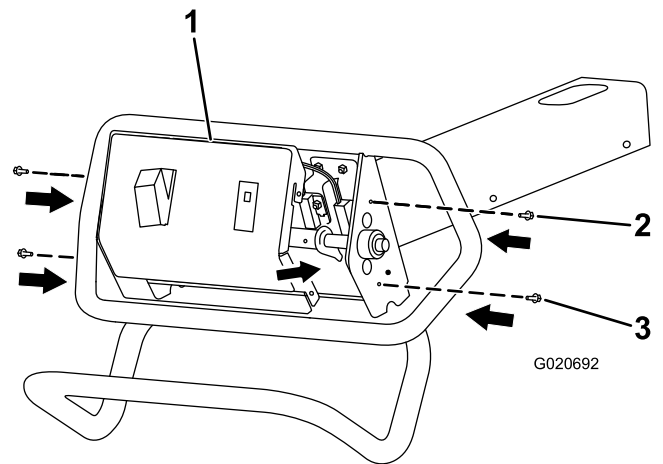

図 4
5. カバーについている穴を、フレームの穴に合わせる (図 4)。
6. フレームにパネルを差し込む (図 4)。
7. 六角ヘッドボルト ( #10-24 x 1/2 インチ) 2本を使って、フレームの上穴にパネルを仮止めする (図 4)。